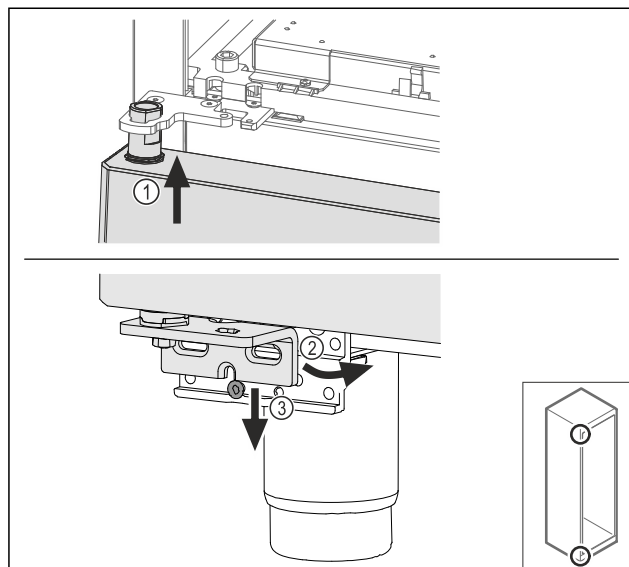

Fig. 60
- Inserire la porta leggermente inclinata in alto Fig. 60 (1), addezzare la porta Fig. 60 (2) e posizionarla in basso sulla vite del blocco di supporto Fig. 60 (3).